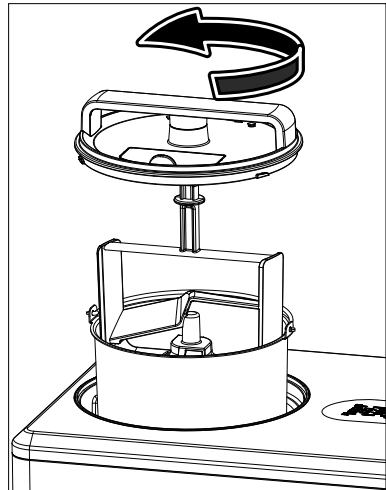

Afb. 3
- ▶ Maak vóór ingebruikname en telkens vóór gebruik alle losse onderdelen (deksel (1), menghaak (3) en accessoires) en de bak (11) in het apparaat schoon met een zachte doek en een normaal afwasmiddel.
- ▶ Plaats de bak in de ijsmachine op de aandrijfjas (2).
- ▶ Bevestig de menghaak in de bak zodat deze op de aandrijfjas komt te zitten (zie **afb. 3**).